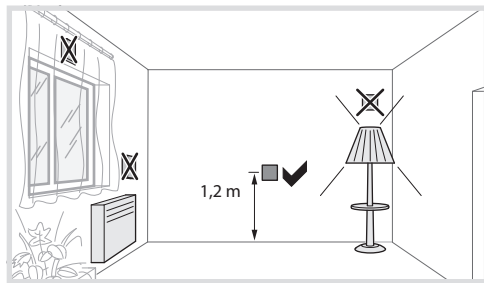

Figure 7 : lieu de montage de détecteurs de mouvement
- Éviter toute source d'interférence dans la zone de détection (figure 4) Des sources d'interférence telles que les radiateurs, systèmes d'aération, climatiseurs et lampes en cours de refroidissement peuvent provoquer des déclenchements involontaires (Fig. 7).